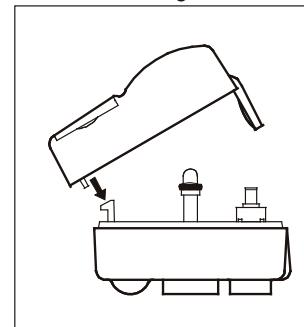

Fig. 3
3. Breng de bovenkant aan (zorg dat deze ingrijpt in de onderkant voor een dichte aansluiting) en monter de schroef met een schroevendraaier. Fig. 3 en 4.
6. Monteer de bovenkant en schroef. Fig. 3 en 4.